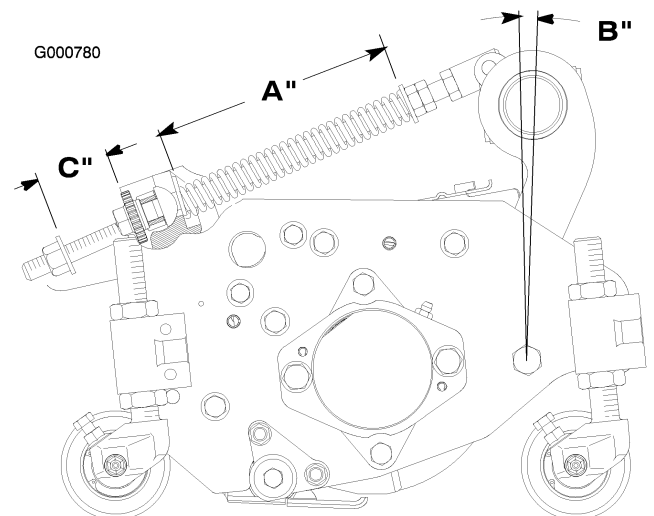

Bild 73
Die Rasenausgleichsfeder (Bild 73), mit der der Trägerrahmen am Mähwerk befestigt ist, steuert
1. Ziehen Sie die Sicherungsmutter hinten an der Federstange fest, bis der Abstand (C) zwischen der Federhalterung hinten und der Scheibe vorne 25 mm beträgt (Bild 73).
2. Ziehen Sie die Sechskantmuttern vorne an der Federstange fest, bis die komprimierte Länge (A) der Feder 203 mm beträgt (Bild 73).
Hinweis: Beim Schneiden von Roughs oder welligen Rasenflächen sollten Sie die komprimierte Länge (A) der Feder auf 216 mm und den Abstand (C) zwischen der hinteren Federhalterung und der Vorderseite der Scheibe auf 38 mm erhöhen (Bild 73).